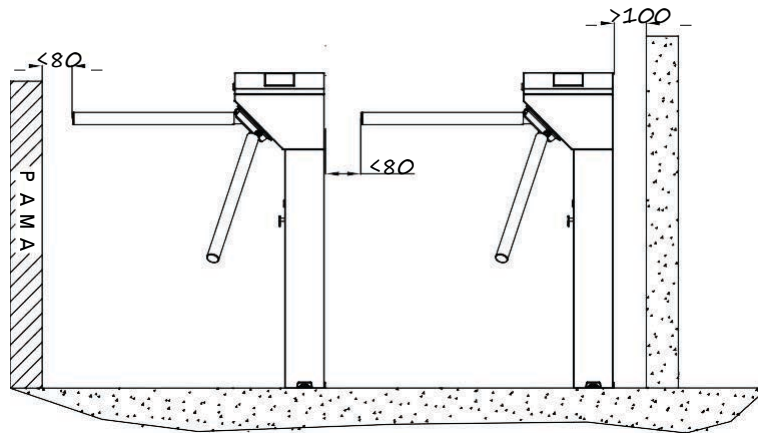

Рис. 3-1
Оборудование должно быть установлено на бетонном основании, убедитесь в качественном креплении болтами. Мы советуем Вам установить вспомогательную раму для образования полноценной проходной линии, как показано на рис. 3-1.
2. Расстояние от преграды до края преграждающих планок не должно превышать 80 мм. (см рис. 3-1).